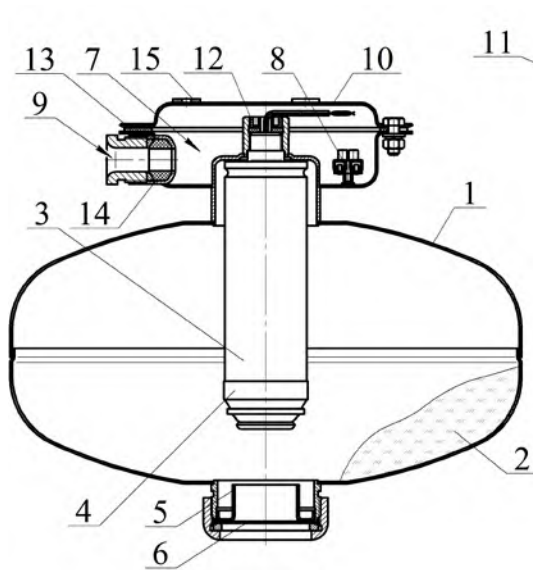
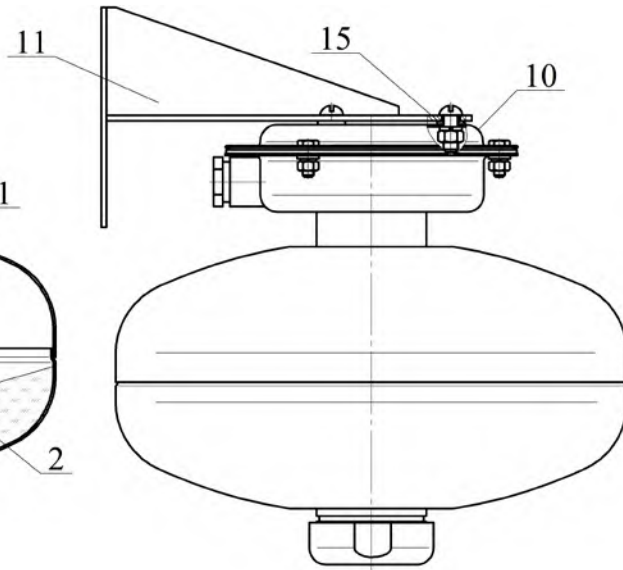

Рисунок 1
Рисунок 2
В верхней части МПП снабжён кронштейном 10 для крепления к потолочному перекрытию (рисунок 1) или закрепленным на кронштейне 10 переходником 11 для крепления к стене (рисунок 2),
2.1.3 Закрепить кронштейн 10 (см. рисунок 1) на потолке или переходник 11 (см. рисунок 2) с кронштейном 10 на стене. Крепление кронштейна 10 к потолку производить через резиновые прокладки 15. Координаты отверстий в кронштейне, предназначенном для крепления МПП на потолке, приведены на рисунке 4а), в переходнике для крепления на стене – на рисунке 4б).
2.1.4 Через резиновую прокладку 13 (см. рисунок 1) состыковать МПП с кронштейном 10 и закрепить соединение гайками. Соединение кронштейна 10 МПП с переходником 11 (см. рисунок 2) производить через резиновые прокладки 15.